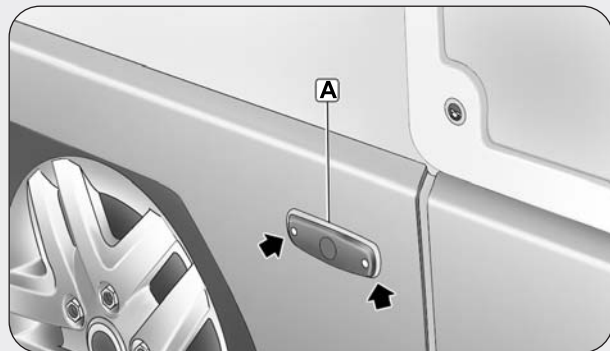

fig. 5
- Svitare le due viti di fissaggio del trasparente **A-fig. 5** e rimuoverlo.